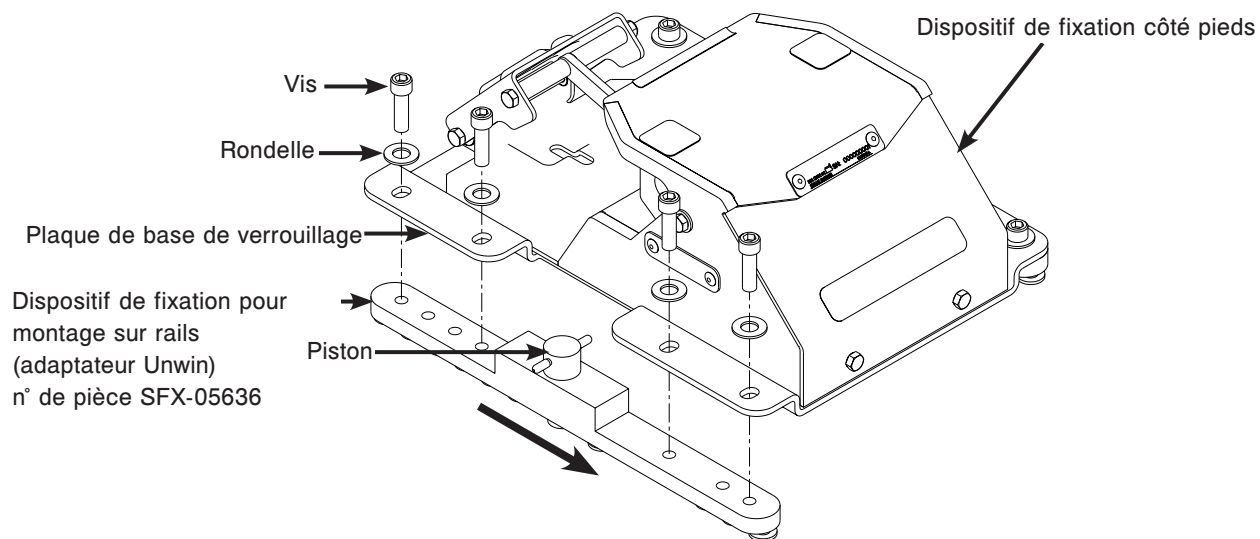

Figure 6 – Monter le dispositif de fixation côté pieds
1. Mettre en place les huit rondelles entre les huit vis (quatre de chaque côté) et la plaque de base de verrouillage du dispositif de fixation côté pieds, comme le montre la Figure 6.
**Remarque :** Placer le dispositif de fixation pour montage sur rails (adaptateur Unwin) sous la plaque de base de verrouillage, la flèche noire sur l'adaptateur Unwin pointant vers l'avant de l'ambulance, comme le montre la Figure 6.
2. Resserrer lâchement les vis pour fixer le dispositif de fixation pour montage sur rails (adaptateur Unwin) sur la plaque de base de verrouillage du dispositif de fixation côté pieds, comme le montre la Figure 6.